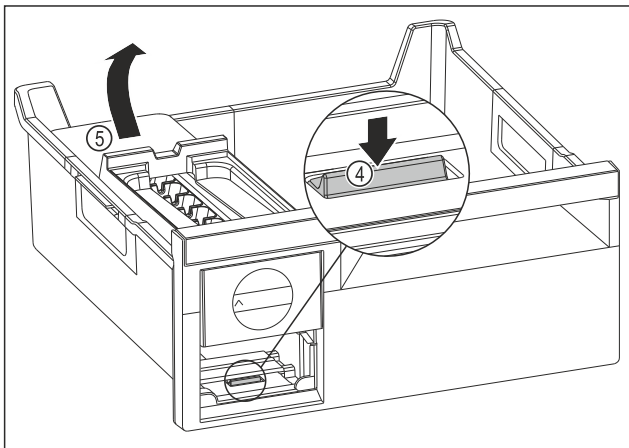

Fig. 145
- ▶ Изваждане на корпуса на EasyTwist-Ice: Натиснете езичето Fig. 145 (4) с пръст надолу и едновременно с това с другата ръка повдигнете корпуса на EasyTwist-Ice Fig. 145 (5) отзад.